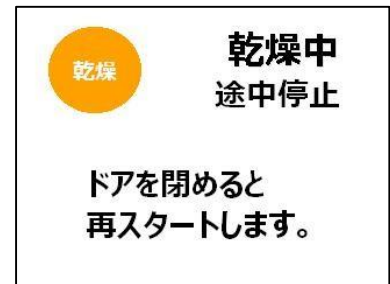

図 7-6
- ・乾燥工程中でドアを開くと、途中停止中画面が表示されます。(図7-6)